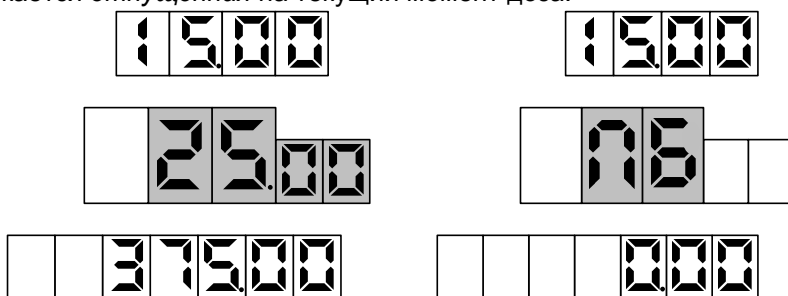

Рисунок 6
9.3 Доза задается на устройство с системы управления. Когда блок будет готов к отпуску топлива, в средней строке табло ТРК мигающими символами отобразится величина заданной дозы, а в случае отпуска "до полного бака" – символы "ПБ" (рисунок 6). Это дает клиенту удобный способ определить, когда можно начать заправку, а также убедиться, что задано именно то количество топлива, которое он зака-